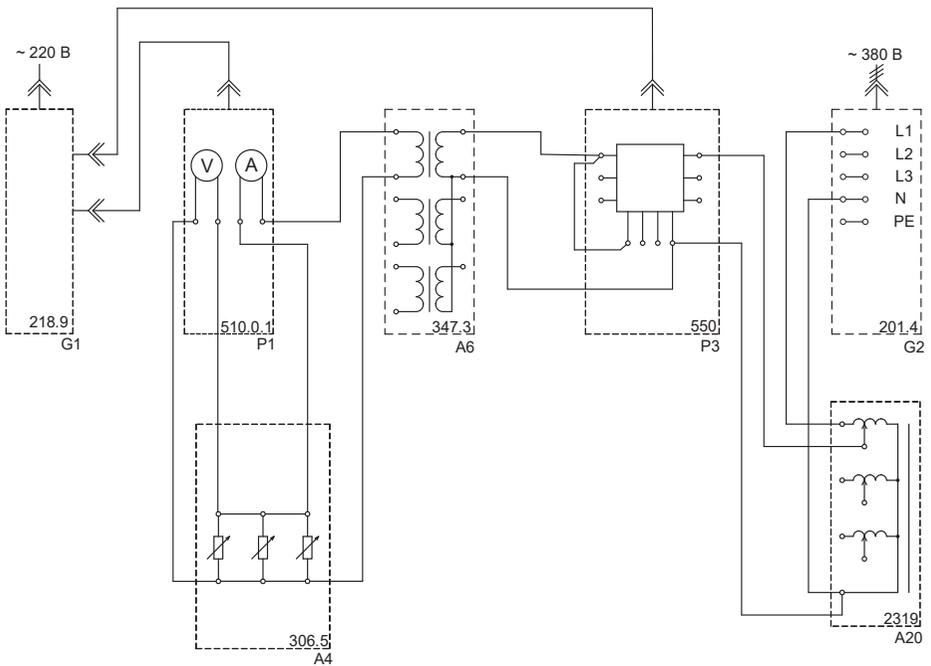

Рис. 1.4
- Соедините аппаратуру в соответствии со схемой электрической соединений, представленной на рис.1.4.